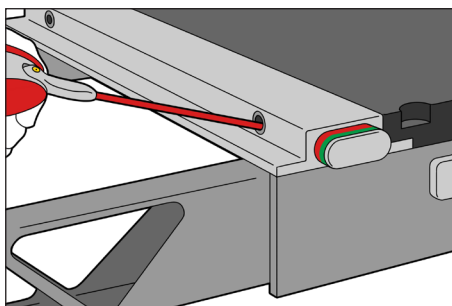

図4
4. 受け孔に潤滑剤をスプレーします。(図4)。
6. 受け孔に再度潤滑剤をスプレーします。(図4)。